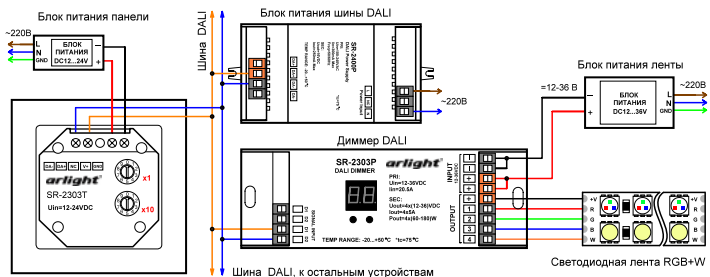

Рис.1. Подключение сенсорной панели на примере диммера SR-2303P с использованием блока питания шины DALI ARV-SR-2400P.
- 3.2. Подключите провода от шины DALI к клеммам DA+ и DA- сенсорной панели (Рис.1).